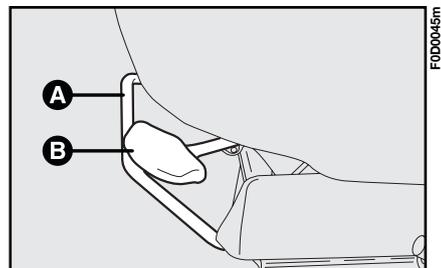
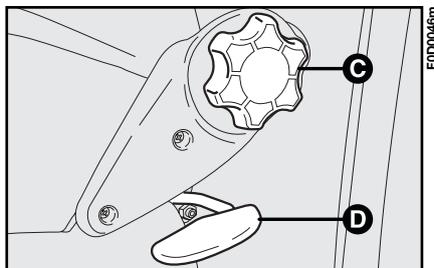

fig. 46
fig. 47
Soulever le levier **A**-fig. 46 et pousser le siège en avant ou en arrière.
**Pour soulever le siège:** en restant assis, déplacer le levier **B**-fig. 46 vers le haut (partie avant du siège) ou le levier **D**-fig. 47 (partie arrière du siège) et décharger le poids du corps sur la partie du siège qui doit être soulevée.
Tourner le pommeau **C**-fig. 47.